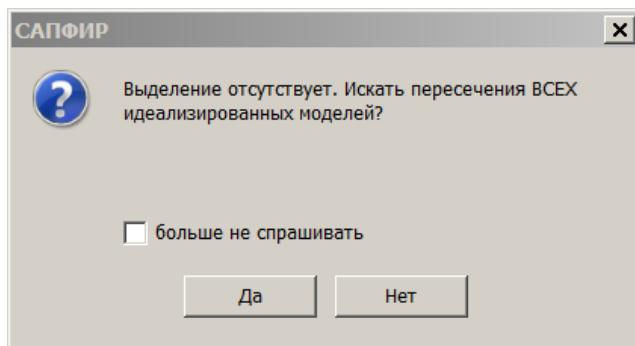

Рис.5.7. Диалоговое окно САПФИР
- В открывшемся диалоговом окне САПФИР (рис.5.7) щелкните по кнопке Да.